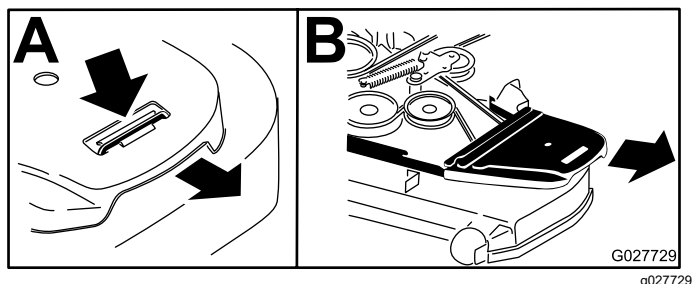

Figura 78
4. Retire las cubiertas de la correa (Figura 78).